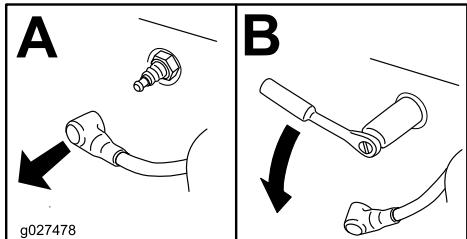

Figura 43
3. Rimuovete la candela come illustrato nella Figura 43.